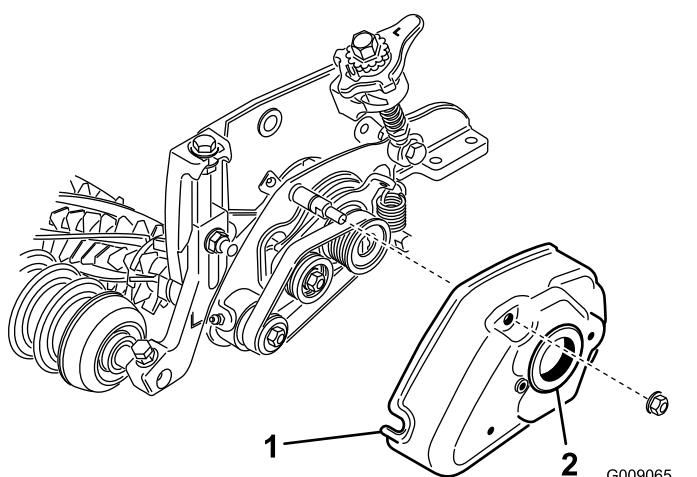

图 22
7. グルーマカバーを取り付けて 5/16 in フランジナット2個で固定する**図 22**。
8. グロメットカバーについているグロメットの内側にグリスを塗る図 22。